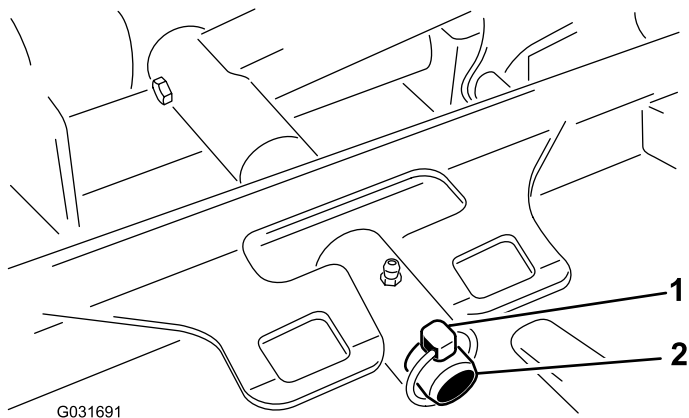

図 93
3. デッキのキャリアフレームを昇降アームのピボットピンに固定しているリンチピンを外す図 93。
3. デッキのキャリアフレームを昇降アームのピボットピンに入れ、リンチピンで固定する 図 93。